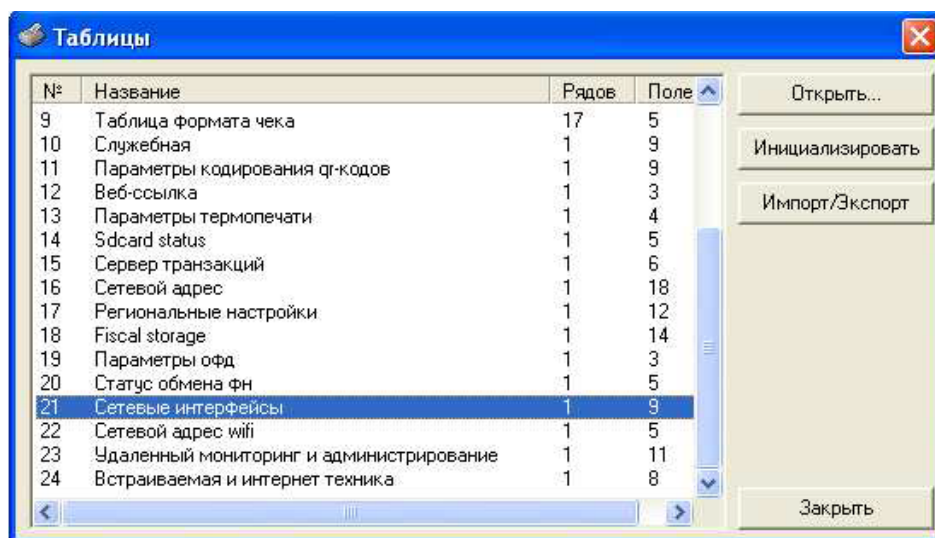

Рисунок 37: Выбор таблиц
6.1.2 Настройка RNDIS в таблицах ККТ. Для того, чтобы ККТ работала и передавала данные на сервер ОФД с использованием протокола RNDIS в таблице **№21 «Сетевые интерфейсы»** (Рисунок 37), в поле **№9 "RNDIS"** необходимо установить значение «1» (по умолчанию значение: «0» = Выключено). Значения таблицы приведены на рисунке 38.